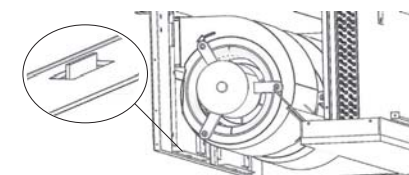
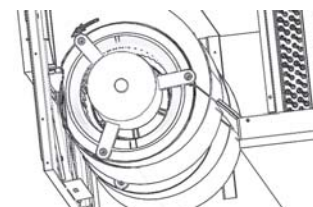
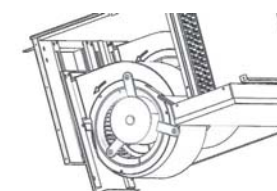

Рис. 4
Рис. 5
Рис. 6
- Поддерживая рукой под днищем электродвигателя вентилятора в сборе, прижмите его вверх. В данной операции должны участвовать два человека. Когда отверстие в обшивке вентилятора в сборе окажется выше, чем штифт на лицевой панели (рис. 4), отведите электродвигатель вентилятора в сборе назад примерно на 21 мм (рис. 5), чтобы штифт вышел из отверстия. Удерживая узел, медленно опустите его вниз по направляющей (рис. 6), после чего весь узел можно будет вынуть для проведения техобслуживания и ремонта.